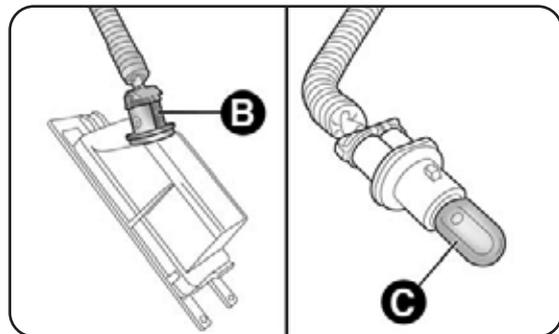

fig. 30
- rodar no sentido horário o porta-lâmpada B-fig. 30, extrair a lâmpada C e substituí-la.